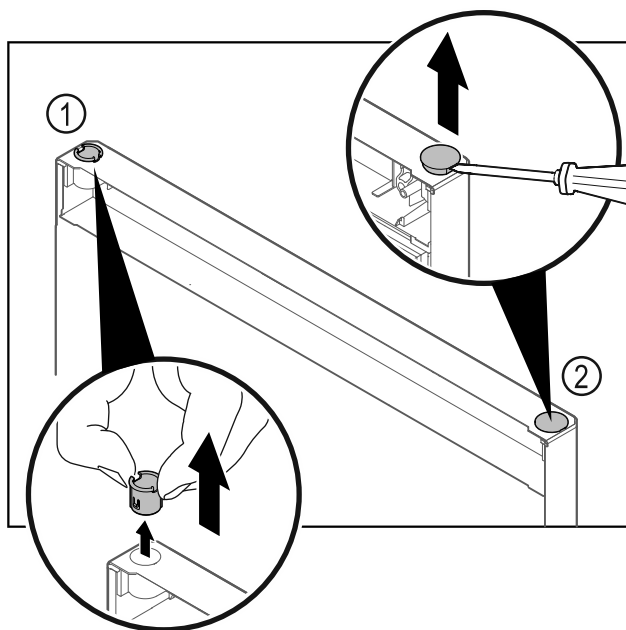

Fig. 27 Deur koelgedeelte
- Scharnierbus Fig. 27 (1) met de vingers eruit trekken.
- Afdekstop Fig. 27 (2) voorzichtig met een sleufschroevendraaier optillen en eruit trekken.